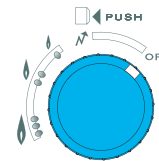

рис. 13
Установите кнопку-регулятор подачи газа (23) в положение OFF (ВЫКЛ) (рис. 13).